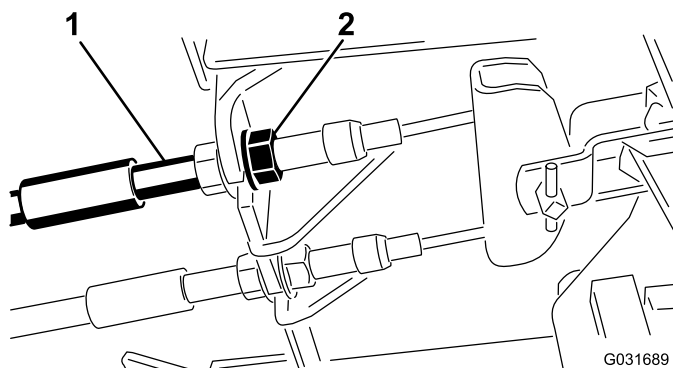

Bild 52
- Ziehen Sie zum Reduzieren des Spiels der Bremspedale die Bremsen fester – lockern Sie dazu die vordere Mutter am Gewindeende des Bremszugs (Bild 52).